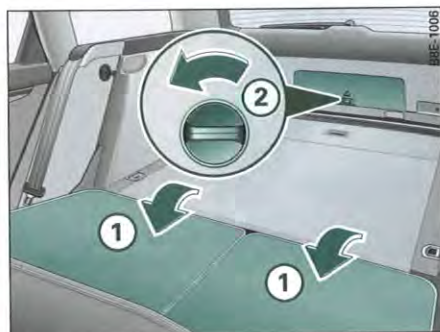

Fig. 50 Vue de l'arrière du véhicule et du coffre à bagages : accès au déverrouillage d'urgence
- Rabattez les deux dossiers de sièges ① ⇒ fig. 50.
- Déverrouillez le cache du triangle de présignalisation ② ⇒ fig. 50.